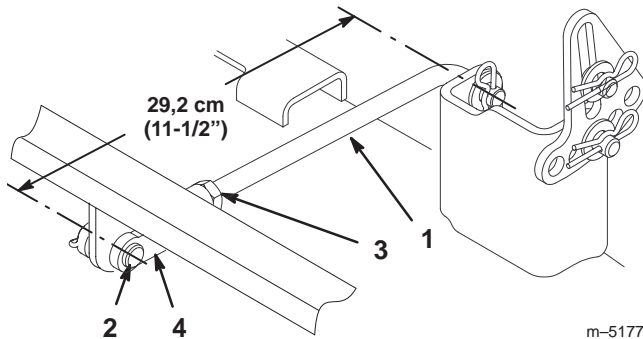

Figure 41
4. Mesurez la longueur du tourillon arrière (Fig. 41). Si elle n'est pas égale à 29,2 cm (11-1/2"), enlevez l'axe de chape et la goupille fendue à l'extrémité du tourillon (Fig. 41), desserrez l'écrou de blocage et tournez la chape jusqu'à obtention de la longueur voulue (29,2 cm [11-1/2"]). Fixez ensuite la chape avec l'axe de chape et la goupille fendue. Répétez la procédure de l'autre côté de la tondeuse.
10. Quand l'inclinaison avant/arrière voulue est obtenue, serrez les écrous de blocage (Fig. 41 et 43).